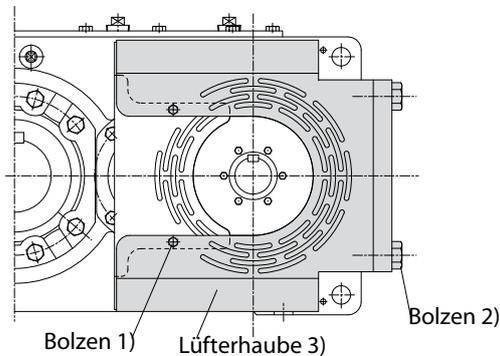

Abb. 4
1. Bolzen 1) und 2) ausschrauben und dann Lüfterhaube 1) entfernen. (Abb. 4)